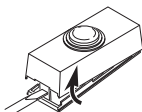
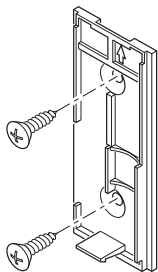

Figura 1
Figura 4
1. **Instalar pila alcalina de botón tipo A23 de 12 voltios (Se incluye).** Extraer la parte posterior de la caja presionando la aleta en el botón con un destornillador pequeño (vea la Figura 1). Vea el diagrama dentro del pulsador para la orientación correcta de la pila. *Nota:* Si las baterías están preinstaladas, quite la aleta anaranjada de las baterías.
- **Montaje con tornillos:** Para montar con tornillos, quite la parte de atrás de la caja empujando hacia adentro la lengüeta de abajo con un destornillador pequeño y girando la cuchilla (vea la Figura 1). *Nota:* Quite la suciedad de los orificios para tornillos (si es necesario) antes de poner los tornillos. Coloque la parte de atrás de la caja contra la jamba o la pared (vea la Figura 4). Encaje a presión la parte frontal del pulsador.